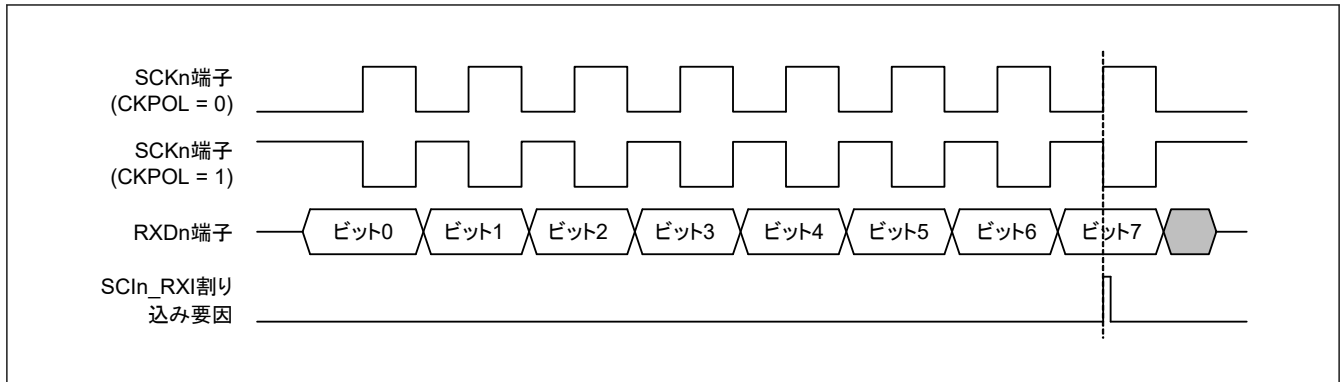

図 27.105 簡易 SPI モードにおける SCI_n_RXI 割り込みの発生タイミング (クロック遅れあり)
- クロック遅れあり (SPMR.CKPH ビット = 1) では、図 27.105 に示すように、SCKn 端子の最終クロックエッジ手前のクロックエッジで受信データフル割り込み (SCIn_RXI) が発生します。SCR レジスタの TE ビットと RE ビットを SCKn 端子の最終クロックエッジより前に 0 にすると、SCKn 端子出力がハイインピーダンスとなり、送受信クロックの最後のクロックパルス幅が短くなります。また、SCIn_RXI 割り込みの発生によって、SCKn 端子の最終クロックエッジより前に接続先スレーブの SSn 端子入力信号が High になった場合、スレーブが誤動作する可能性があります。